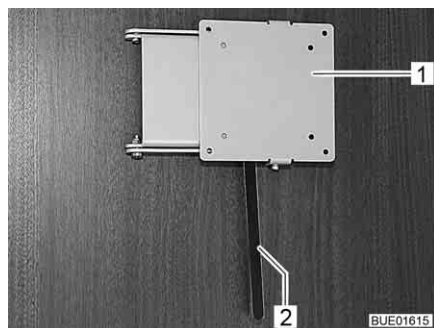

Fig. 91 Soporte con palanca de desbloqueo
- Empujar la palanca de desbloqueo (Fig. 91,2) hacia el lado y girar el soporte (Fig. 91,1) junto con la pantalla plana a la posición deseada.
- Girar la pantalla plana hacia la posición inicial hasta que el soporte (Fig. 91,1) engatille en el bloqueo.